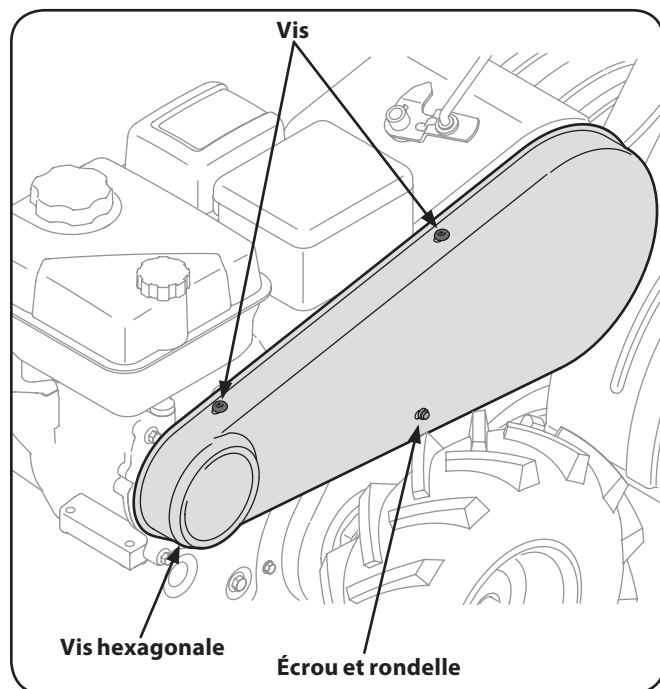

Figure 7-1
2. Pour retirer le couvercle de courroie à partir du côté gauche de l'appareil, enlevez les deux vis sur le couvercle de la courroie. Voir Figure 7-1.
3. Retirez l'écrou et la rondelle placés sur le côté du couvercle de courroie. Enlevez la vis hexagonale qui se trouve sous le couvercle. Voir Figure 7-1.